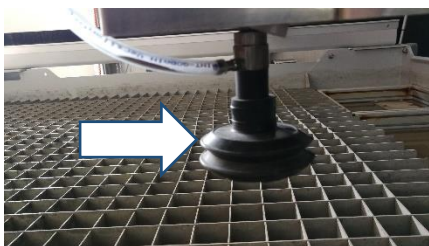

Abb.52: Spritzschutz
2. Spritzschutz (Abb. 52 /Pfeil) um die Schneiddüse auf Beschädigungen prüfen.